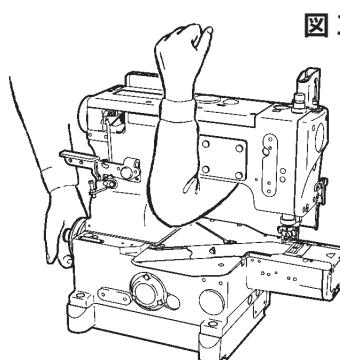
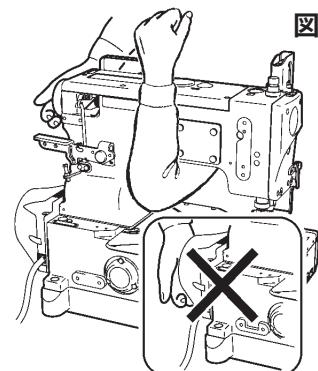

図3
図4
2. ミシンヘッドの移動は右手でブーリーをつかみ、アームに左手をかけて、しっかり持ってください。(図3、図4)
🚫 モータ部を持ってミシンを搬送しないでください(図4